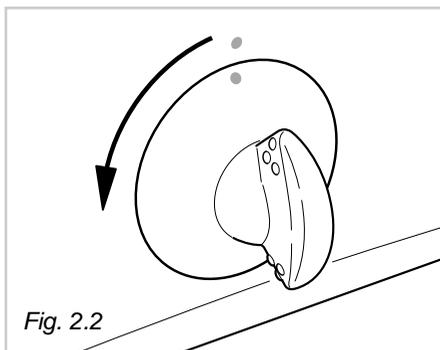

Fig. 2.2
- 1 – Premere leggermente la manopola del rubinetto gas e ruotare in senso antiorario (fig. 2.2), fino alla portata massima, quindi premere a fondo e mantenere la pressione, si otterrà l'attivazione dell'accensione. In caso di mancanza di corrente elettrica avvicinare una fiamma al bruciatore.